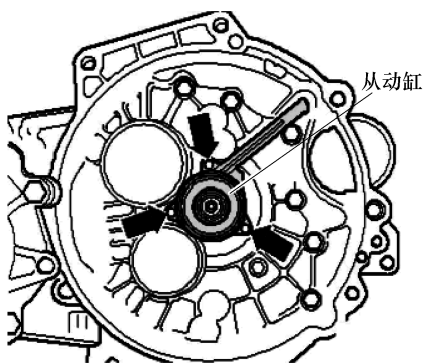

图 8-2-7 拆卸分离轴承的从动缸
3) 如图 8-2-7 所示，取下带离合器分离轴承的从动缸。